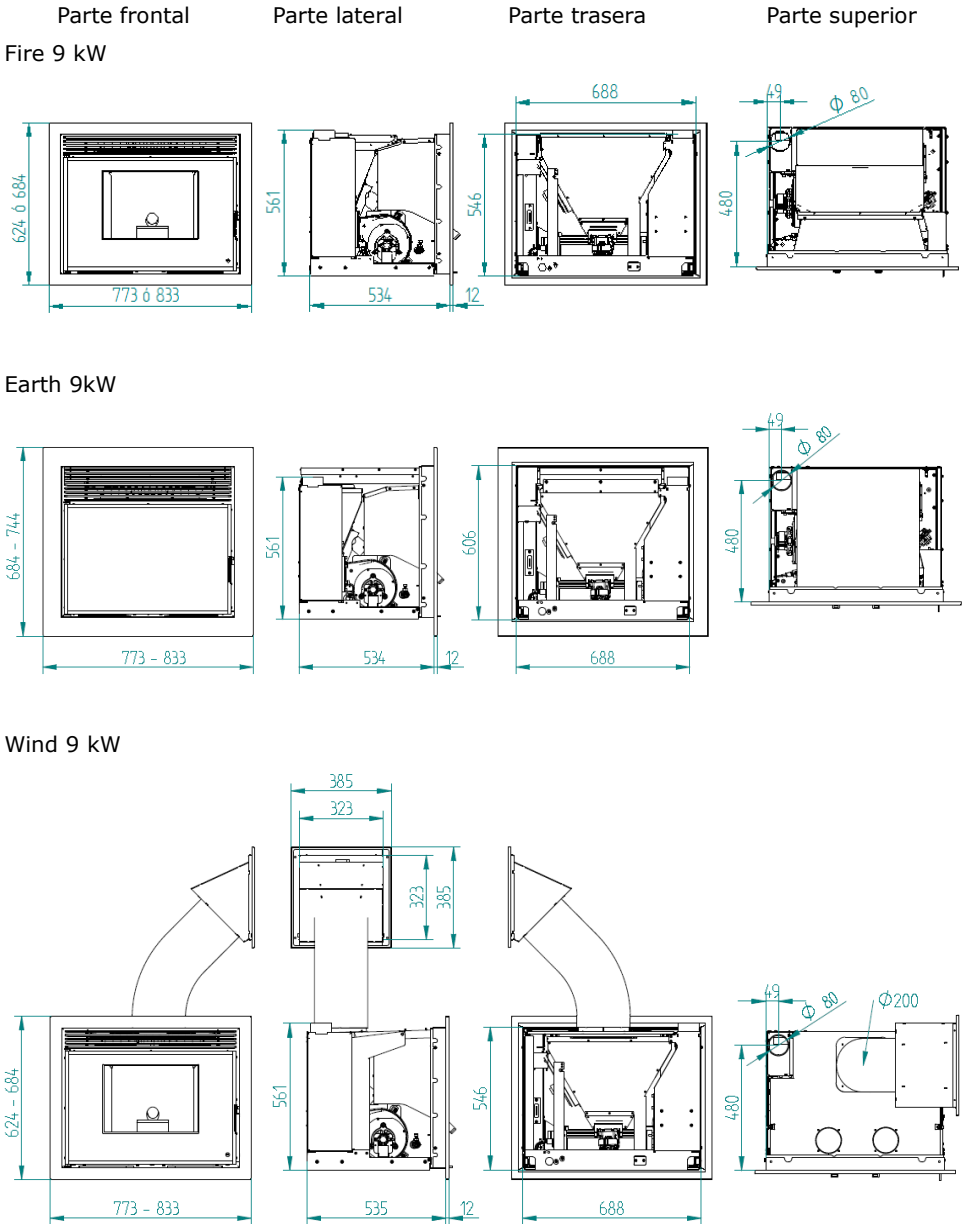

Figura 4 – Dimensiones del insertable de pellets
- Como puede ver en la Figura 4, los insertables cuentan con un marco embellecedor que puede tapar agujeros más grandes para que los equipos sean más polivalentes. Existen dos anchos diferentes, uno estrecho con 44mm y otro ancho de 74mm de marco todo alrededor del equipo. Puede ver más información en el apartado 13.